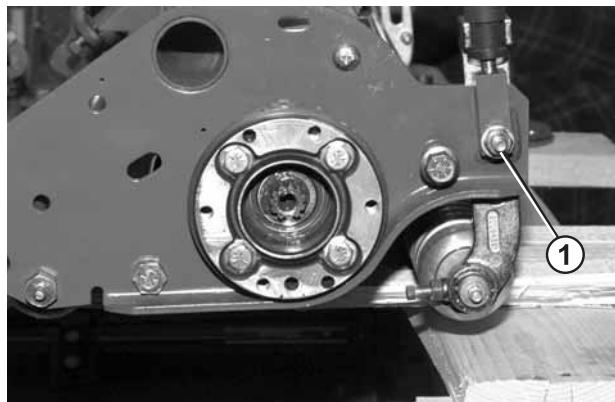

Fig. 10.3.1
2. Afloje la tuerca de seguridad de una de las abrazaderas de ajuste del rodillo delantero lo suficiente como permitir el ajuste (ver Fig. 10.3.1).